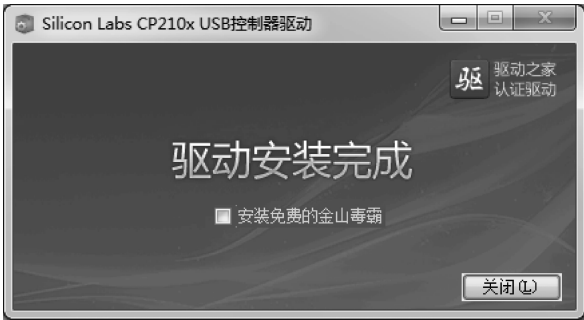

图 1.13 安装退出界面
(6) 此时回到驱动安装向导界面,直接单击“关闭”按钮即可,如图 1.13 所示。
(7) 插入 USB 配置器,查看节点所使用的通信端口。